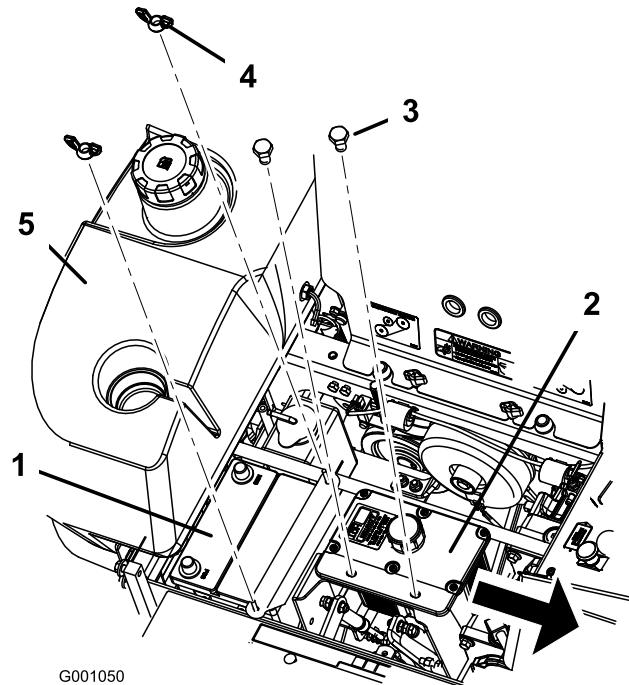

Figura 43
6. Retire ambas tuercas de orejeta (1/4 pulg.) que fijan la brida de la batería (Figura 43).
7. Retire los dos pernos que sujetan el depósito de aceite hidráulico (Figura 43).
6. Fije la batería con pernos en J, una brida de sujeción y 2 arandelas (1/4 pulg.), y 2 tuercas de orejeta (1/4 pulg.) (Figura 43).